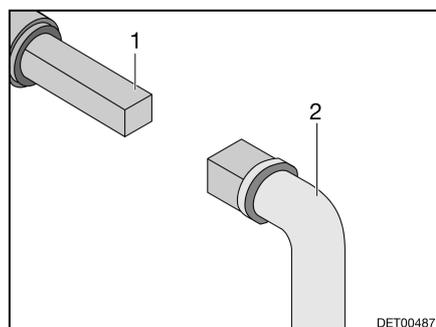

Fig. 82 Utilisation du robinet d'évacuation des eaux usées
- Insérer la clé (Fig. 82,2) sur la vis à quatre pans (Fig. 82,1).